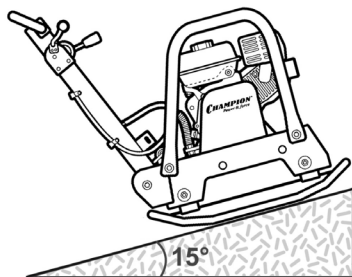

Рис. 18 Максимальный угол наклона виброплиты
14. Будьте предельно внимательны при работе на склонах и откосах. Максимальный угол наклона не должен превышать 15° (Рис. 18), в зависимости от состояния грунта. Угол наклона измеряется, когда виброплита стоит на твердой ровной поверхности и бак заполнен топливом.